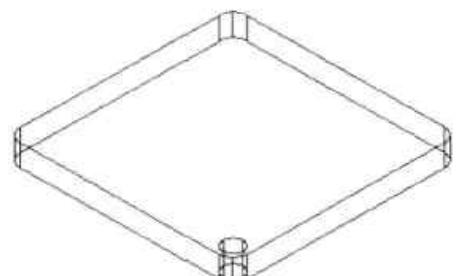

图13-50 绘制圆柱体
**Step03** 执行“圆柱体”命令，捕捉圆角圆心，绘制底面直径为7mm、高8mm的圆柱体，如图13-50所示。